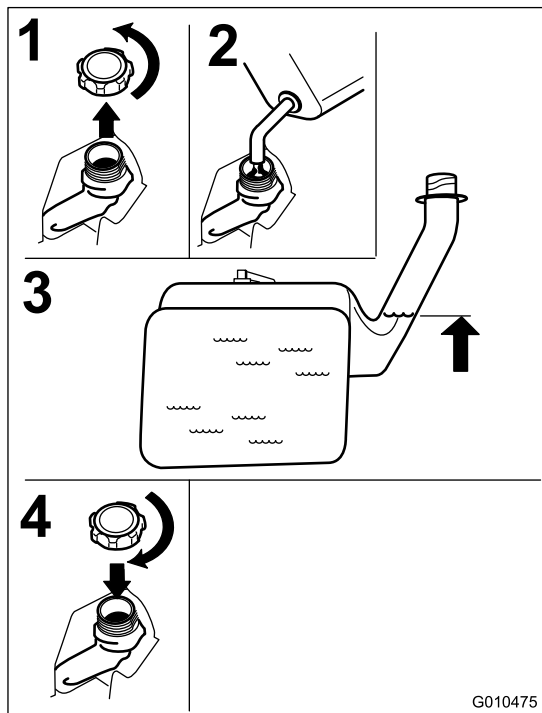

Figure 10
3. Remplissez le réservoir de carburant jusqu'au bas du goulot de remplissage (Figure 10).